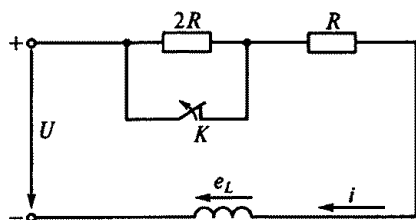

Рис. 145
4.12. Каким будет начальное значение ЭДС самоиндукции $e_L(0+)$, возникающей в катушке при размыкании ключа K на рис. 145?